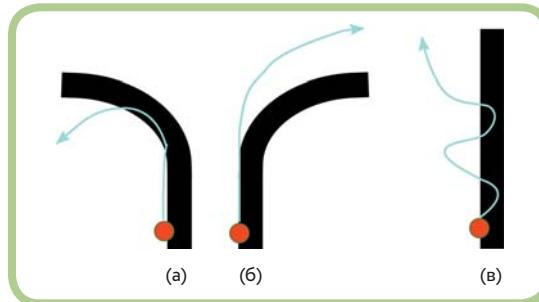

Рис. 19.6. Заезд робота на Светлую сторону в Плохую зону
Робот может оказаться в этой области тремя способами, как показано на рис. 19.6. На этом изображении красный круглый точкой соответствует местоположению датчика, а голубая линия описывает путь робота по мере его движения вперед.
- Когда линия поворачивает влево (рис. 19.6, а), датчик начинает пересекать ее. Если программа компенсирует это, используя слишком большое значение параметра **Рулевое управление** (Steering), робот может переместиться слишком далеко влево.
- Когда линия поворачивает вправо (рис. 19.6, б), показания датчика увеличиваются. Если программа среагирует слишком поздно, используя недостаточно большое значение параметра **Рулевое управление** (Steering), робот может отклониться слишком далеко влево.
- Наконец, если при движении робота вдоль прямой линии используется слишком большой коэффициент усиления, робот может слишком сильно колебаться из стороны в сторону, т. е. осциллировать (рис. 19.6, в); в этом случае он также может оказаться слишком далеко от линии.